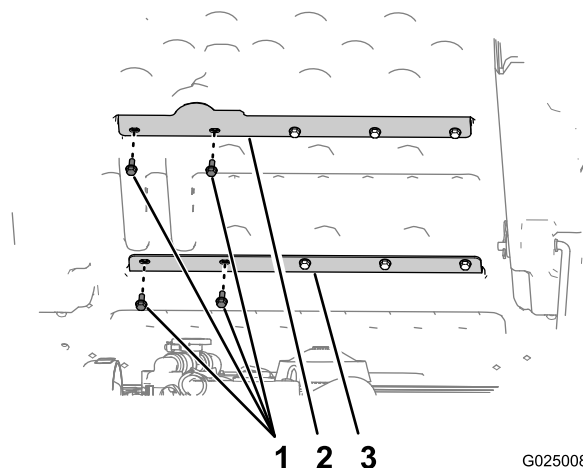

Figure 3
1. Retirez les 2 boulons à l'extrême gauche (5/16 x 3/4 po) qui fixent le renfort de plateau supérieur au plateau (Figure 3).
2. Retirez les 2 boulons à l'extrême gauche (5/16 x 3/4 po) qui fixent le renfort de plateau inférieur au plateau (Figure 3).